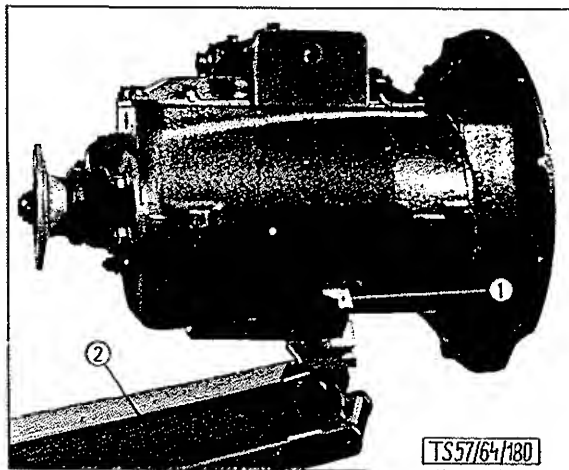

BILD 2: Heben des Getriebes mittels Aushebevorrichtung
4. Getriebe-Aushebevorrichtung RK 569 in den fahrbaren Wagenheber einsetzen (Bild 2) und damit das Getriebe leicht anheben.